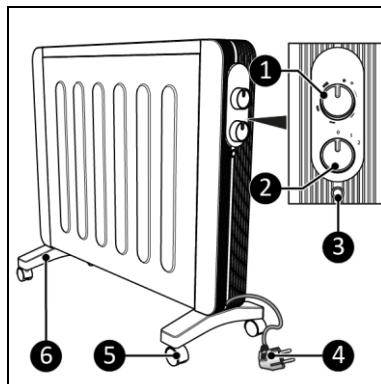

Figure 2
Le produit est un chauffage électrique facile à utiliser pour une application intérieure (figure 2).
- Assurez-vous que le commutateur de commande est en position « 0 » (figure 2, pos. 2).
1. Tournez le sélecteur de commande (figure 2, pos. 2) sur le réglage de chauffage souhaité (1 ou 2).
2. Tournez le bouton du thermostat (figure 2, pos. 1) dans le sens horaire sur la température souhaitée.
3. Une fois la température souhaitée atteinte, tournez le bouton du thermostat (figure 2, pos. 1) dans le sens anti-horaire jusqu'à ce qu'un déclic se fasse entendre.
1. Assurez-vous que le commutateur de commande est en position « 0 » (figure 2, pos. 2).